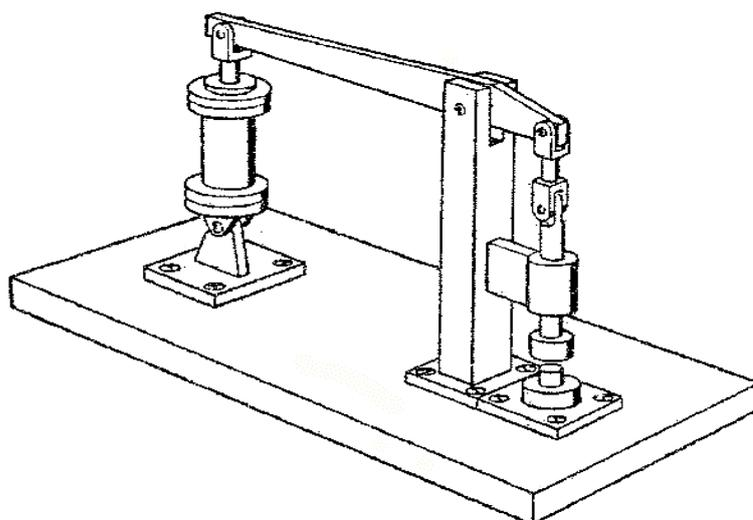

Рисунок 2.6 – Пресс
Управление прессом (рис. 2.6). осуществляется с помощью цилиндра двухстороннего действия. После нажатия пневмокнопки шток цилиндра выдвигается, обратный ход происходит сразу после достижения штоком конечного положения.
2. Изучить принцип работы пресса (рис. 2.6) и приборы, входящие в состав пресса (табл. 2.9).